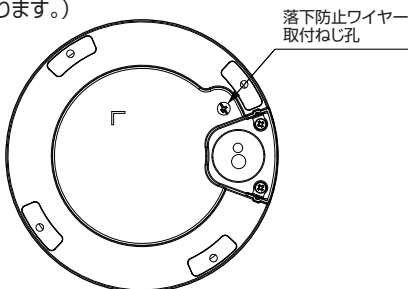

図3 落下防止ワイヤー
4. 落下防止ワイヤー(付属していません。ステンレスワイヤー使用)は一方を壁や天井に、もう一方をカメラ本体の落下防止ワイヤー取付ねじに接続すること。(図3)
3. 落下防止ワイヤー(付属していません。ステンレスワイヤー使用)は一方を壁や天井に、もう一方をカメラ本体の落下防止ワイヤー取付ねじに接続すること。(図3)